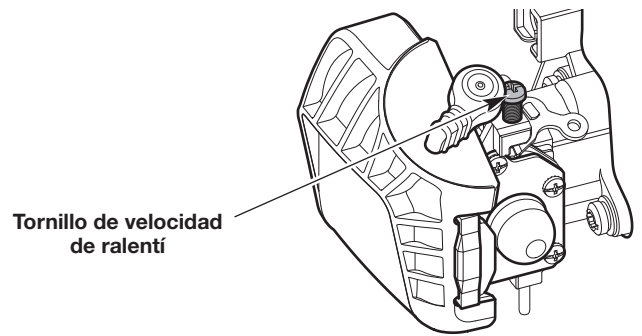

Fig. 8
2. Mueva el control de velocidad a la posición LENTO y deje que el motor funcione en ralentí. Si el motor se para, aumente la velocidad de ralentí. Use un destornillador Phillips pequeño para girar el tornillo de velocidad de ralentí en el sentido de las agujas del reloj, 1/8 de giro cada vez hasta que el motor funciona al ralentí de manera uniforme (Fig. 8).